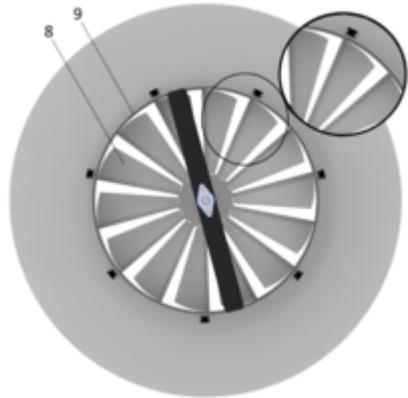

Abb. 14: Drallelement
10. ▶ Stellen Sie sicher, dass das Drallelement (Abb. 14/8) nicht mit der Ausströmdüse (Abb. 14/9) in Berührung kommt.